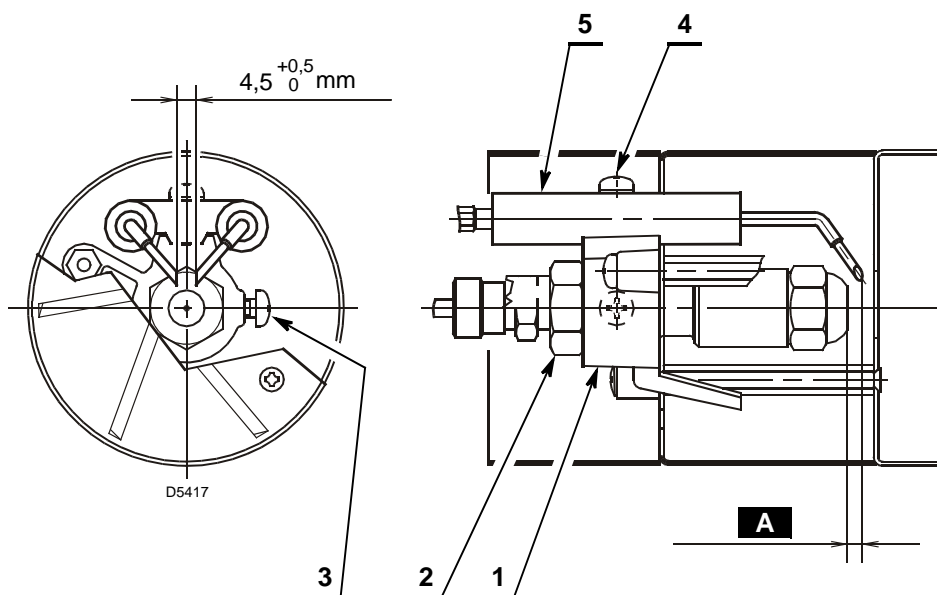

Fig. 22
- appoggiare il gruppo turbolatore 1) (Fig. 22) al portaspruzzo 2) e bloccare con la vite 3);